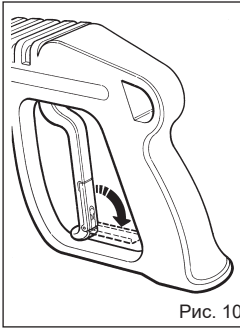

Рис. 10
- Включите предохранитель на ручке пистолета, если не будете использовать аппарат (Рис. 10).